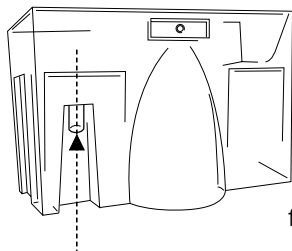

fig. 2
- 2) Percez le réservoir à l'intérieur de l'embout, avec une perceuse à mèche fine (Fig. 2).